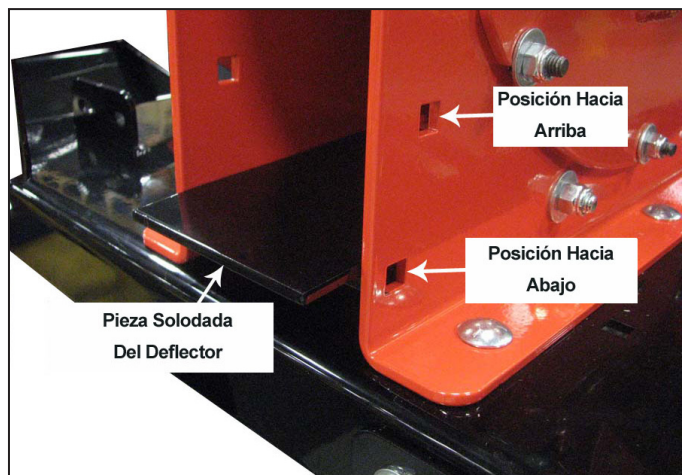

Figura 2.1 - Pieza soldada del deflector de la chipeadora
1. Mueva la pieza soldada del deflector de la chipeadora dentro de la carcasa de la máquina hacia el remolque (Figura 2.1)